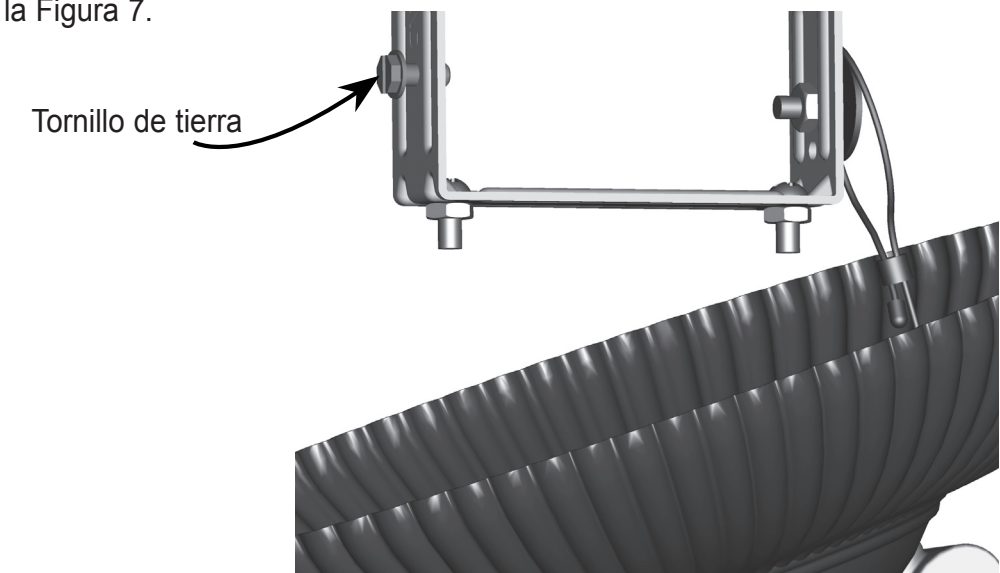

Figura 7 - Tornillo de tierra
4) Use conectores aprobados por UL para conectar los alambres: negro con negro, blanco con blanco. Pase los alambres de tierra alrededor del tornillo de tierra, luego apriete el tornillo de tierra. Vea la Figura 7.